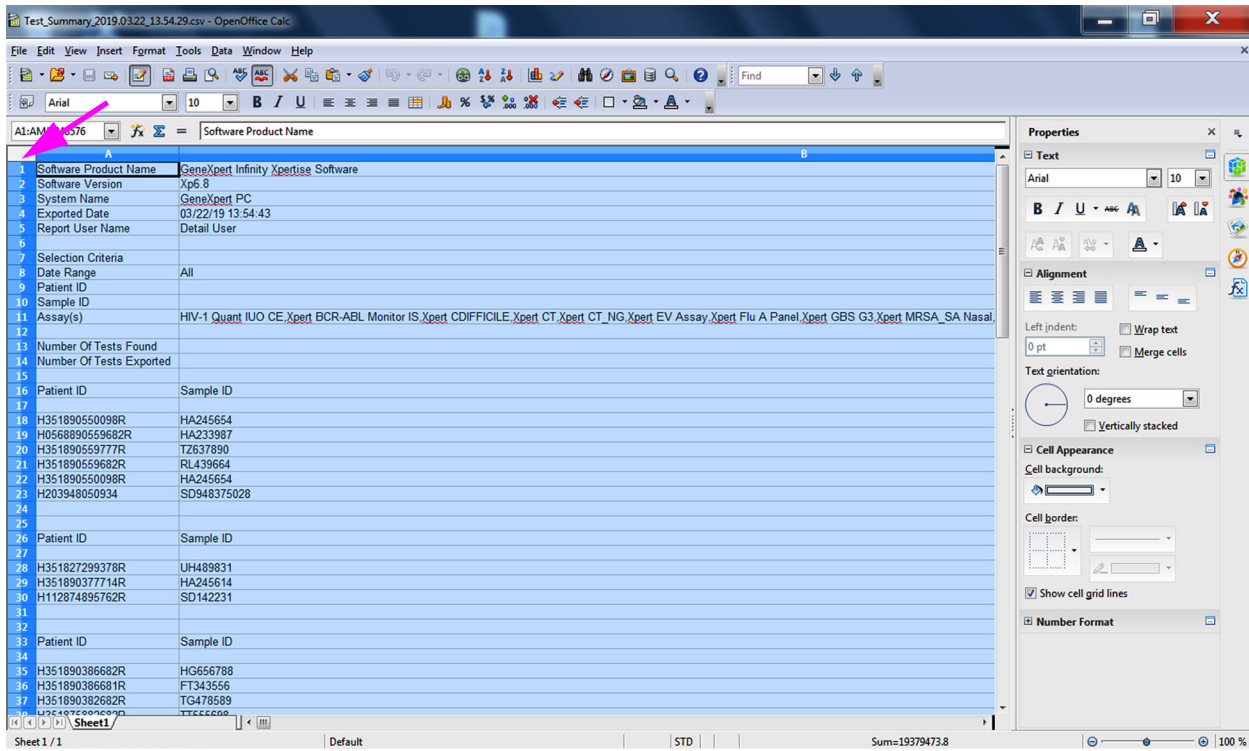

图 C-6. 所有所选的单元格
- 选择后，单击**确定 (OK)**。 .csv 文件会打开。请参见图 C-6。
- 在 .csv 文件中，单击文件显示的左上角，以选择所有活动单元格，如图 C-6 中所示。活动单元格会变成蓝色。